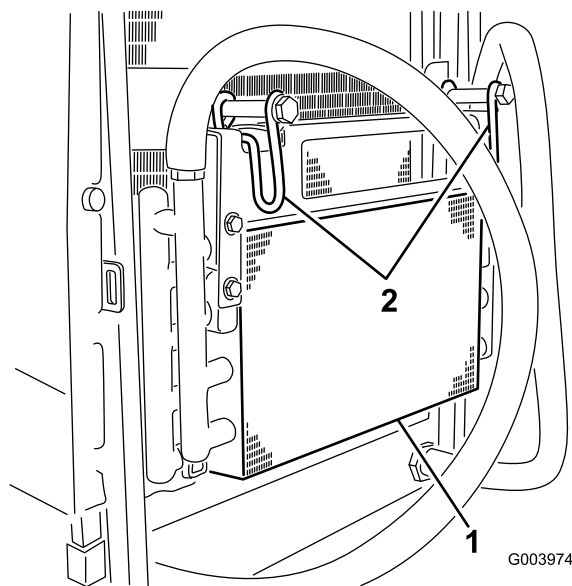

Figura 70
5. Gire los cierres hacia dentro para liberar el enfriador de aceite (Figura 70).